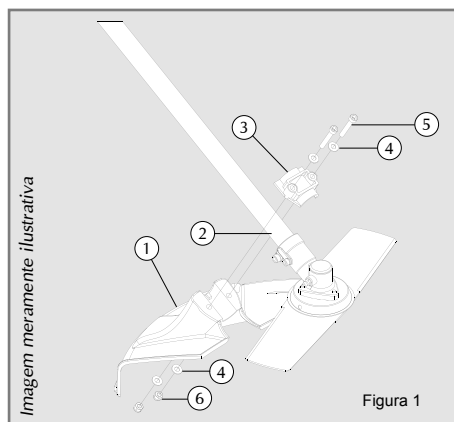

Figura 1
Para o modelo da roçadeira Master 1000/3000, pegue a saia de proteção (1), encaixe-a no furo guia do tubo de alumínio (2), coloque a presilha (3), as arruelas lisas (4) e parafusos (5) e dê o aperto na porca (6), conforme figura 1.